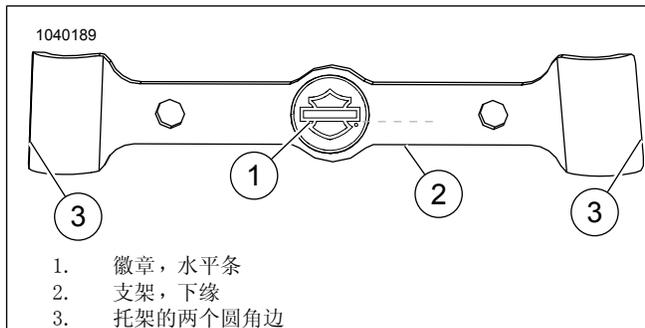

图3。徽章对准
- 图3 支架(3)两侧不对称。顶部的宽度比底部的宽度窄。
- 图3 将徽章上的水平条(1)对准支架下缘(2)。两者必须互相平行。
3. 图3 从支架(3)的左侧和右侧拆下粘合剂背衬。